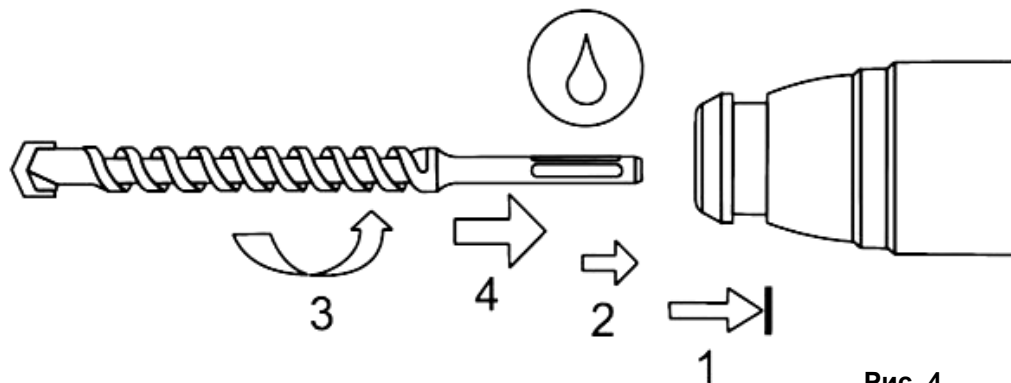

Рис. 4
Смена насадок (См. Рис.4)
- Нажмите на подвижную крышку патрона перфоратора, отведите ее назад (См. Рис.4).